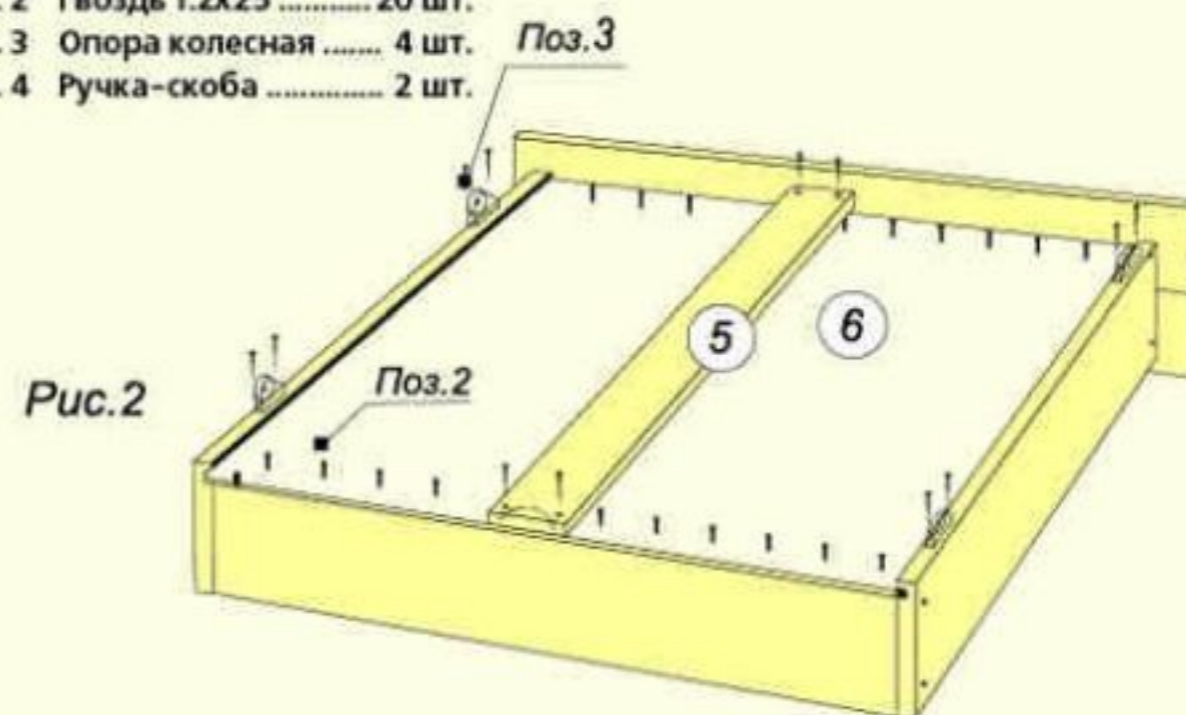

Рис.2
4. После сборки каркаса (Рис. 2) вставьте в пазы боковых стенок дно поз. 6 и закрепите его вдоль задней и передней стенки гвоздями 1.2х25.